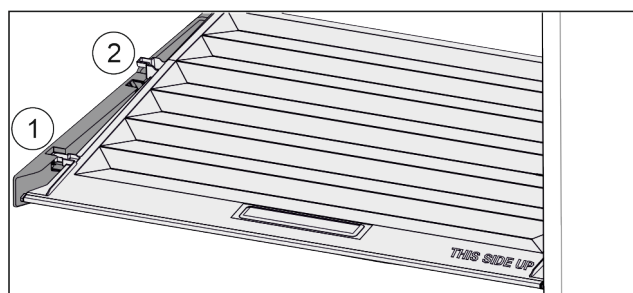

Fig. 33
- Veko potiahnite dopredu až k otvoru v prídržných dieloch Fig. 33 (1).
- Vzdú ho nadvihnite zospodu a zložte smerom nahor Fig. 33 (2).